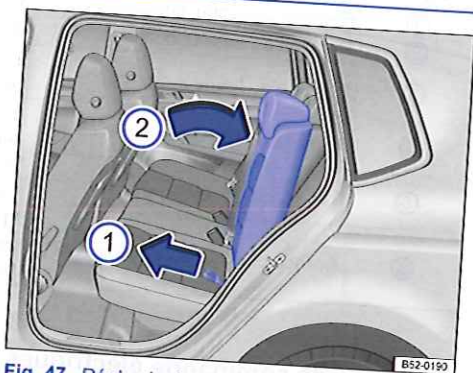

Fig. 47 Réglez le dossier de banquette arrière
- Sollicitez avec une main le dossier de banquette arrière droit ou gauche et tirez la dragonne correspondante avec l'autre main $\Rightarrow$ fig. 47 ①. Amenez le dossier de banquette arrière avec la main dans la position souhaitée en l'opposant à la force du ressort ②.